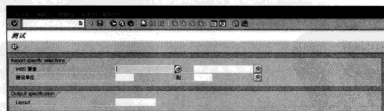

图 12-8 测试运行报表
STEP 8 以上工作完成后, 单击按钮, 然后单击“执行”按钮测试运行该列表, 如图 12-8 所示。